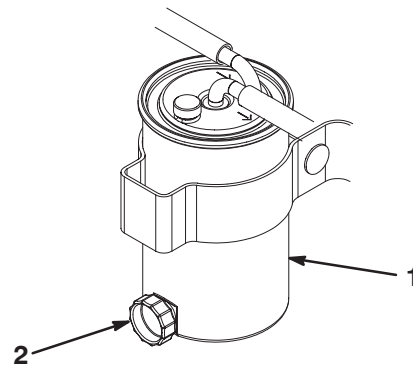

Figure 29
3. Dévissez le bouchon de vidange situé sur le filtre à carburant/séparateur d'eau d'environ un tour et vidangez l'eau qu'il contient (Fig. 29). Revissez le bouchon quand la vidange est terminée.